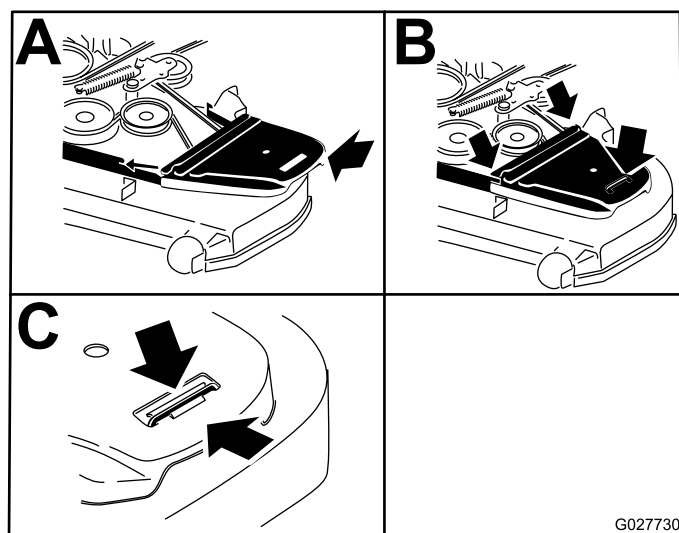

Figure 96
12. Posez les protège-courroies (Figure 96).